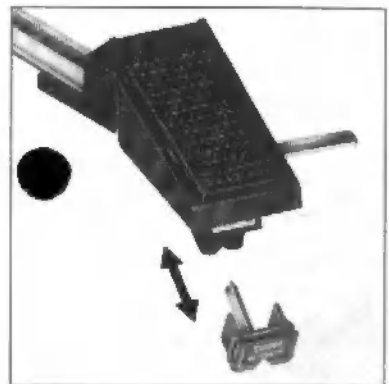

Fig. 3
**ACHTUNG!** Vor dem Einsetzen und Abnehmen des Tonabnehmersystems Abtastnadel (Nadeleinschub) Fig. 3 entfernen.
**ATTENTION!** The stylus assembly should be removed from the cartridge (see Fig. 3) before mounting or removing same from the cartridge holder.
**ATTENTION!** Avant de monter et d'enlever la cellule, retirer la pointe de lecture (tiroir de l'aiguille) figure 3.